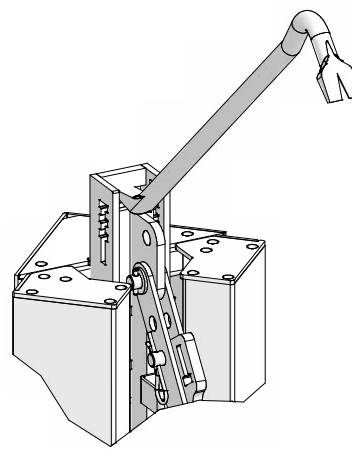

Abb. 31.5 C
7. Um die Ausschalecke wieder in die Ausgangsposition zurückzubringen wird das Hebeisen am Punkt C (Abb. 31.5 C)